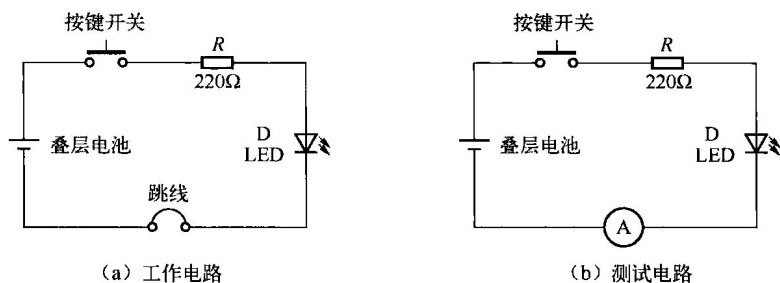
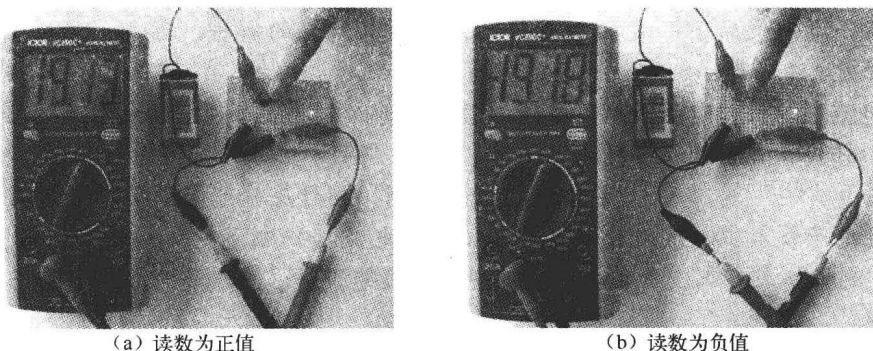

图 1-8 发光二极管直流电路
图 1-10 用数字万用表测量电流
- (1) 测试电路。图 1-8 为发光二极管直流电路。叠层电池 (常用于数字万用表) 作为
(4) 连接和读数。取下跳线帽，将数字万用表串接在电路中（见图 1-8 (b)）。按下按键开关，电路接通，LCD 屏显示的数字就是电路中的电流，单位是毫安。若读数为正值，则说明电流由红表笔流进、黑表笔流出，如图 1-10 (a) 所示；若读数为负值，则说明电流由黑表笔流进、红表笔流出，如图 1-10 (b) 所示。